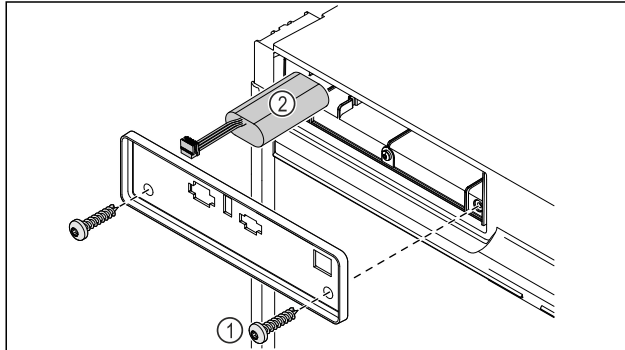

Fig. 191
- Schrauben herausdrehen und Abdeckung auf der Rückseite des Gerätes entfernen Fig. 191 (1).
- Batterie abstecken und herausnehmen Fig. 191 (2).